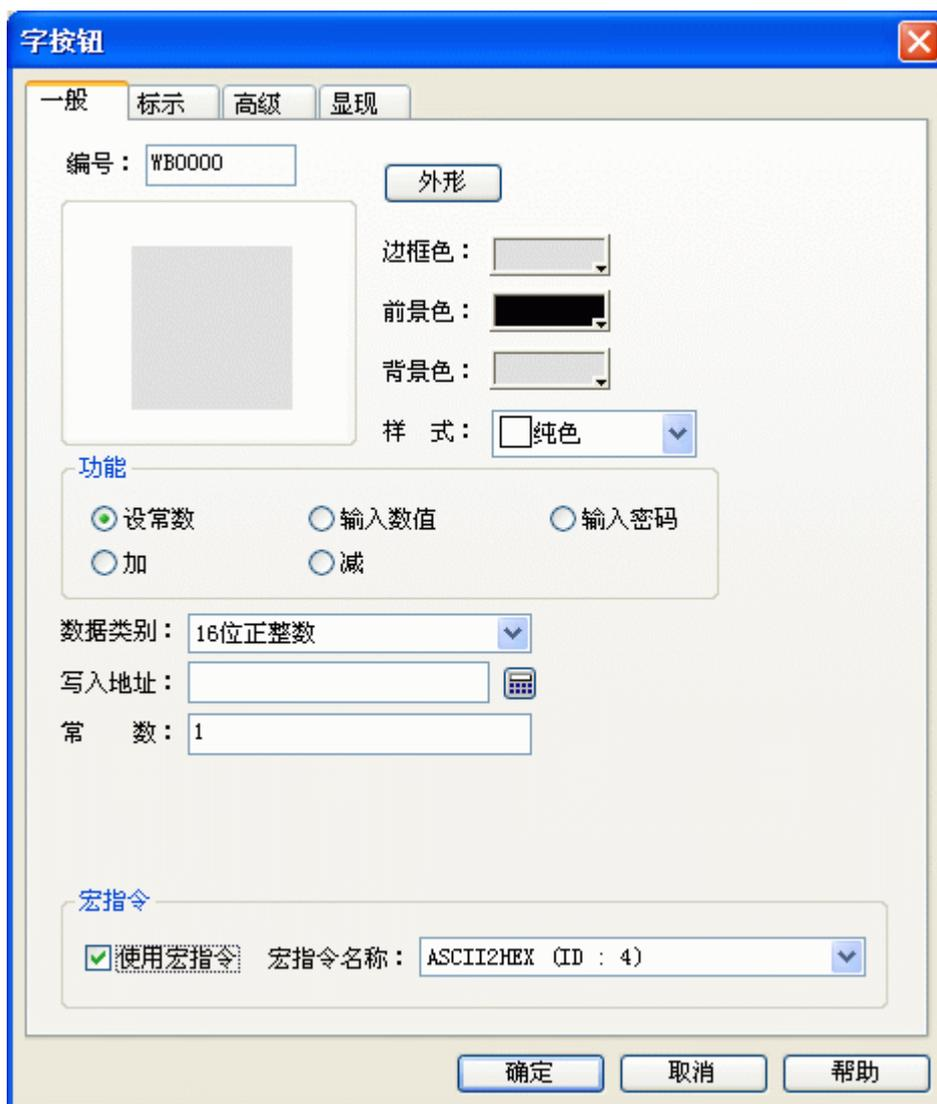

图 4-59 字按钮对话框
- 选择工具栏上的字按钮图标，弹出如下对话框，如图 4-59 所示：